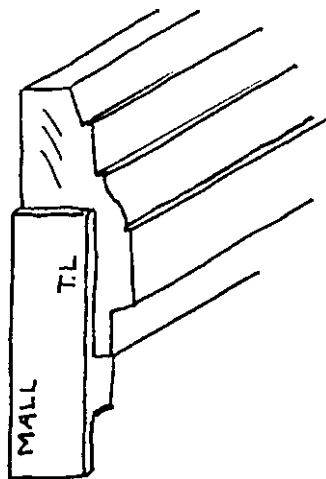
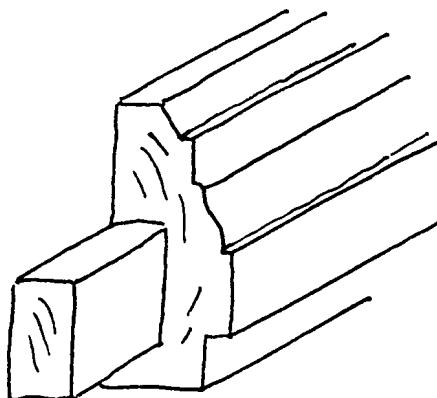

Fig. 10. Tappen mallas på ett sidstycke.
Fig. 11. Tappen formas.
- Tappen mallas på ett sidstycke (fig. 10), formas och görs klar (fig. 11).